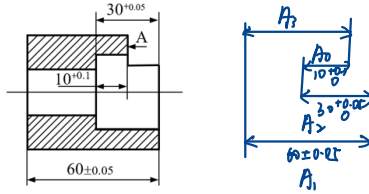

图 3
3、如图 3 所示套筒零件，加工表面 A 时要求保证尺寸 $10^{+0.10}_{-0}$ mm，若在铣床上采用静调整法加工时以左端面定位，试标注此工序的工序尺寸。